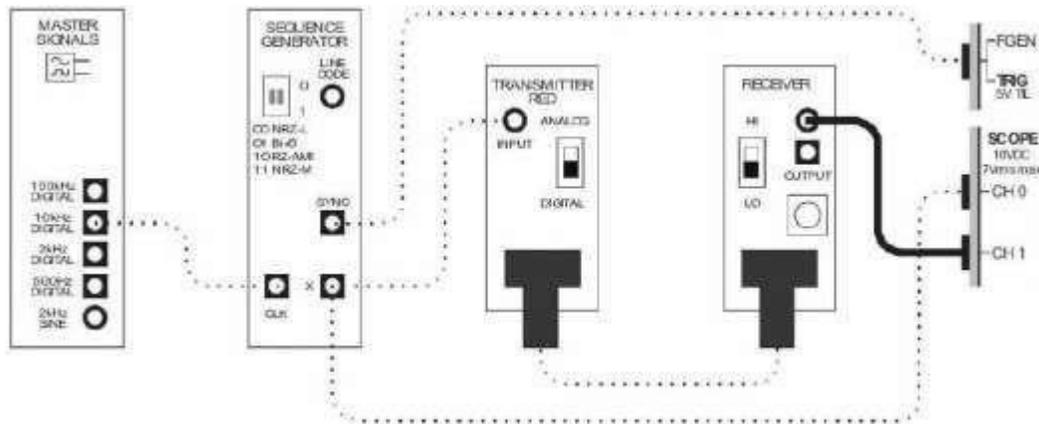

Figura 6
7. Observar en el osciloscopio la salida analógica del receptor (Figura 6), **dibujar las señales**.